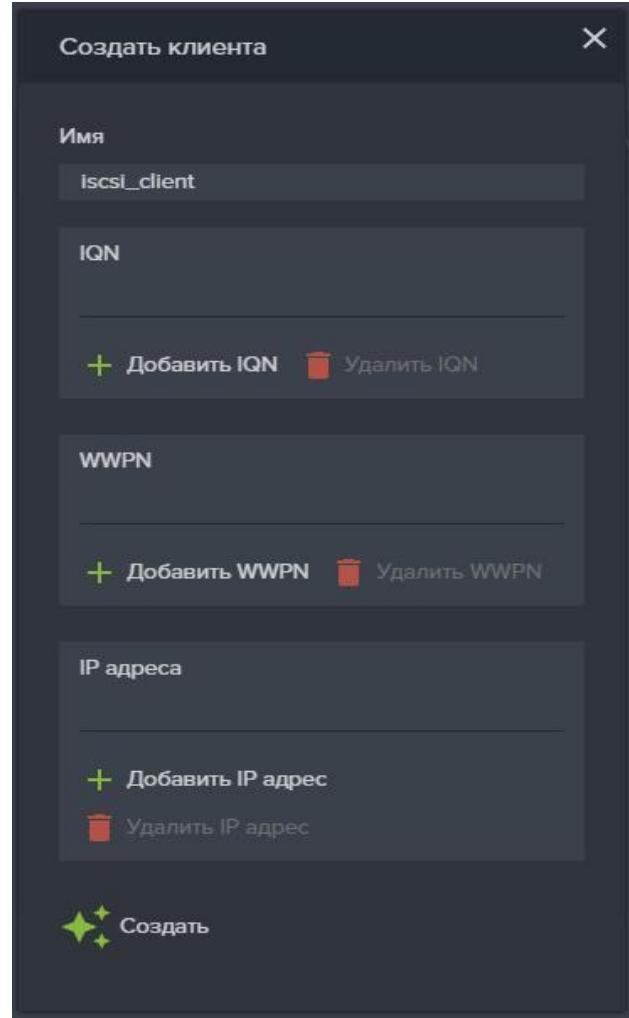

Рисунок 84. Окно создания iSCSI клиента
5. В поле «Имя» введите имя создаваемого клиента. (см. Рисунок 84);